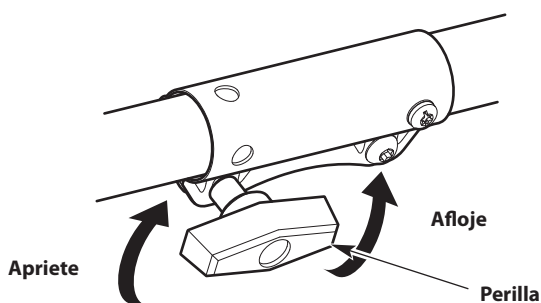
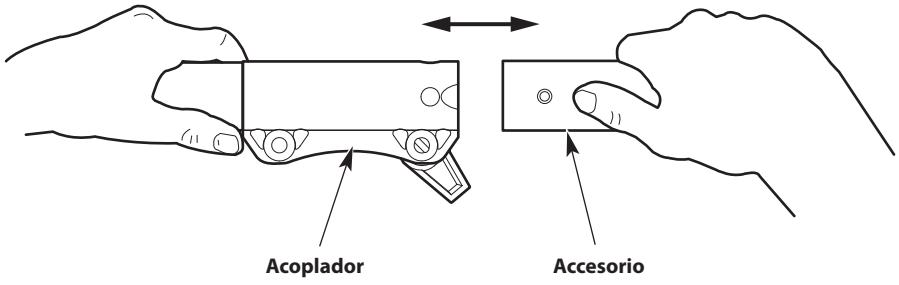

Fig. 5
Fig. 6
3. Gire la perilla en el sentido contrario a las agujas del reloj para aflojar el acoplador (Fig. 5).
5. Presione el accesorio directamente dentro del acoplador (Fig. 6) hasta que el botón de liberación encaje a presión firmemente del orificio principal (Fig. 5).
6. Gire la perilla en el sentido de las agujas del reloj para apretar el acoplador (Fig. 5).
2. Gire la perilla en el sentido contrario a las agujas del reloj para aflojar el acoplador (Fig. 5).
4. Tire del accesorio directamente hacia fuera del acoplador (Fig. 6).